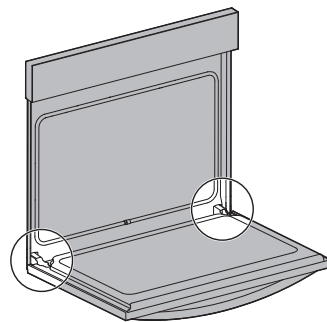

Figure 18: Emplacement de la charnière de la porte
1. Ouvrez complètement la porte du four, parallèlement au sol (Figure 18).
3. Ouvrez complètement la porte du four (parallèlement au sol) (Figure 18).
4. Poussez les verrous des charnières de droite et de gauche vers le haut et dans le cadre du four jusqu'à ce qu'ils soient en position verrouillée (Figure 18).